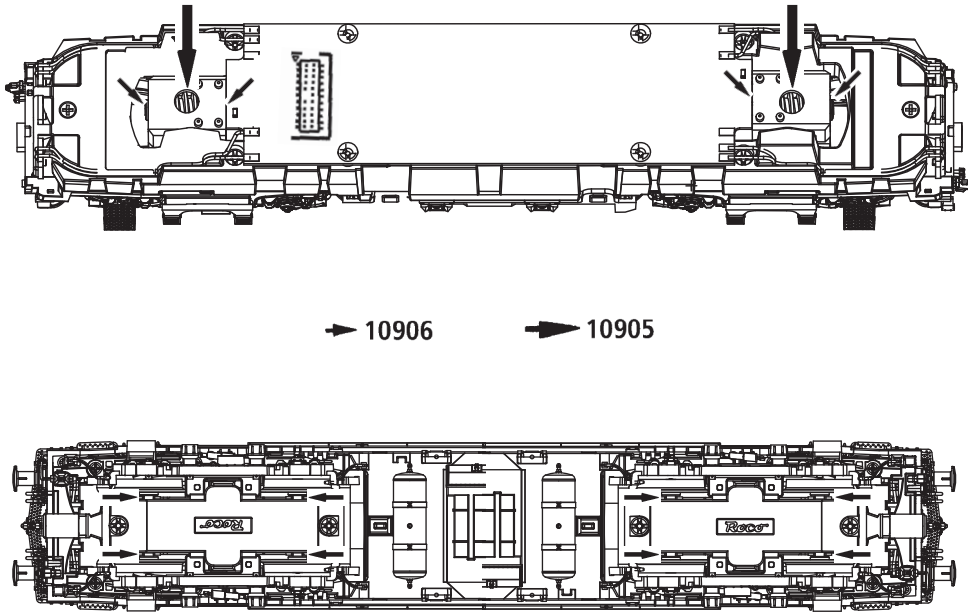

Fig. 6
3. Haftreifenwechsel: Zuerst den Getriebedeckel abnehmen (Fig. 6). Danach den **Radsatz** herausnehmen und die **Haftreifen** mit einer Nadel od. mit einem feinen Schraubendreher abziehen (Fig. 6). Beim Aufziehen der neuen Haftreifen darauf achten, dass diese sich nicht verdrehen.
3. Change of traction tyre: Remove the gear cover (fig. 6). Take out **wheel set** and remove **traction tyre** using a pin or a fine screwdriver (fig. 6). When pressing on the new traction tyre please **avoid twisting it**.
3. Vervangen van antislipbandjes: Met een naald of kleine schroevendraaier kunt u de band verwijderen (fig. 6). Bij het omleggen van een nieuwe band dient u erop te letten dat deze niet is verdraaid.